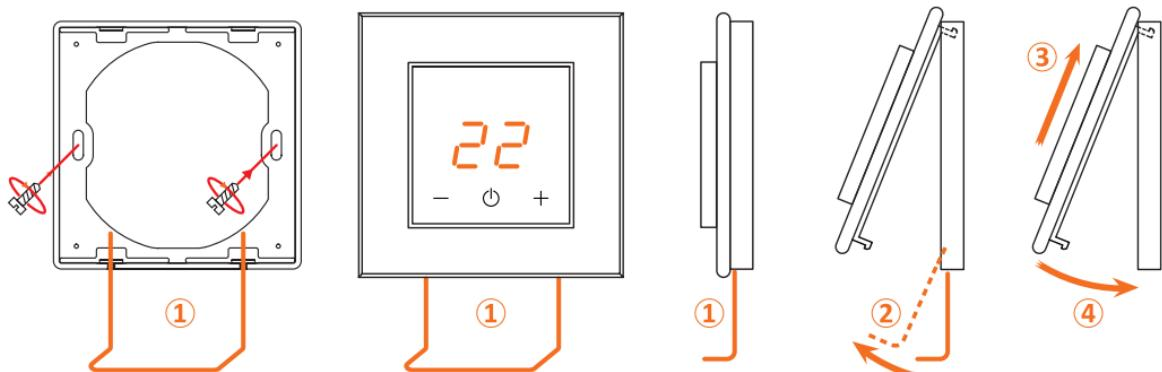

Рис.3 Снятие и монтаж терморегулятора серий TAKTO, TAKTO pro, ORTO, ORTO pro.
ВНИМАНИЕ. Монтируйте рамки нужно так, чтобы прорези (1) и (5) на рамке (рис. 3 и 4) были направлены вниз.
Снятие терморегулятора серий TAKTO, TAKTO pro, ORTO, ORTO pro (рисунок 3)
Установка терморегулятора серий TAKTO, TAKTO pro, ORTO, ORTO pro (рисунок 3)